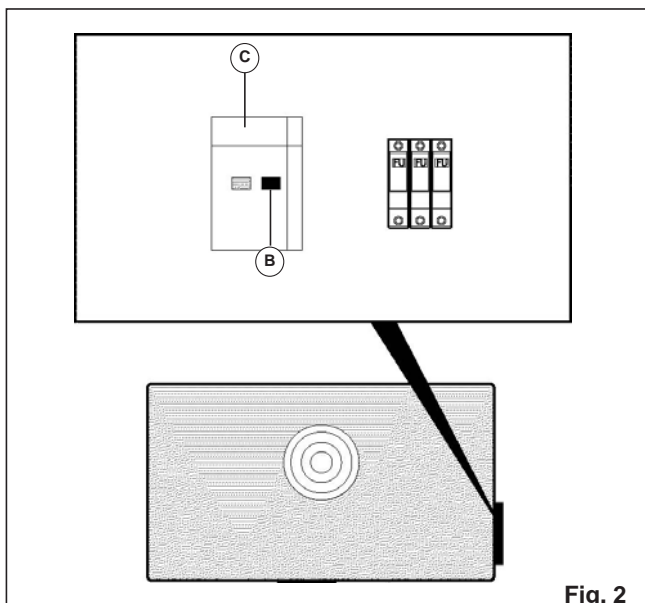

Fig. 2
- 3 – Överbelastningsskydd **A** (fig. 2) har utlösts på grund av stark elektrisk ineffekt (fel användning av maskinen, för tungt arbete i förhållande till motorns kraft)